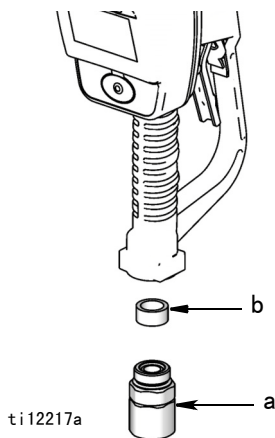

图 2
2. 从流量计上卸下旋转接头 (a)、隔环 (b) 和 O 型圈 (c) (图 2)。重新安装隔环 (b)。